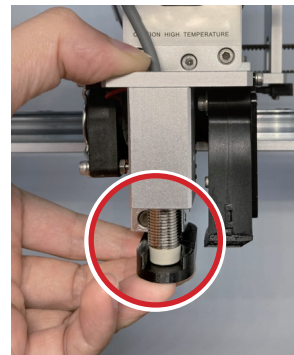

Fig. 3
6. Spostare il sensore Z verso l'alto o verso il basso fino a quando il sensore Z e l'ugello non sono allineati con la parte superiore dello strumento di calibrazione del sensore Z. Si veda fig. 3.